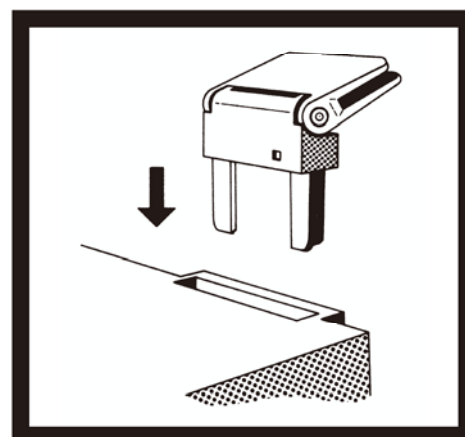

図 2
7. ダストカバーを取り付けるため、ヒンジ2個を本体後部の穴(図2)に差し込むように取り付けます。